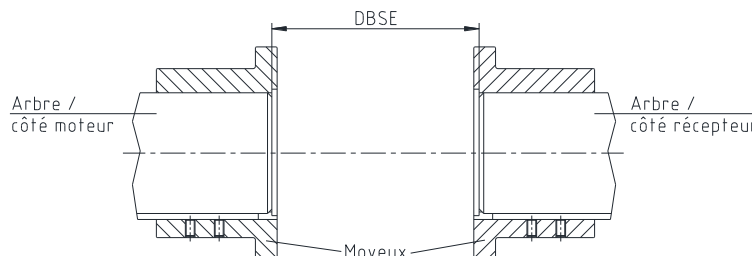

Fig. 7 : Montage des moyeux
- Faire affleurer les faces intérieures des moyeux avec les faces frontales des arbres (voir fig. 7).